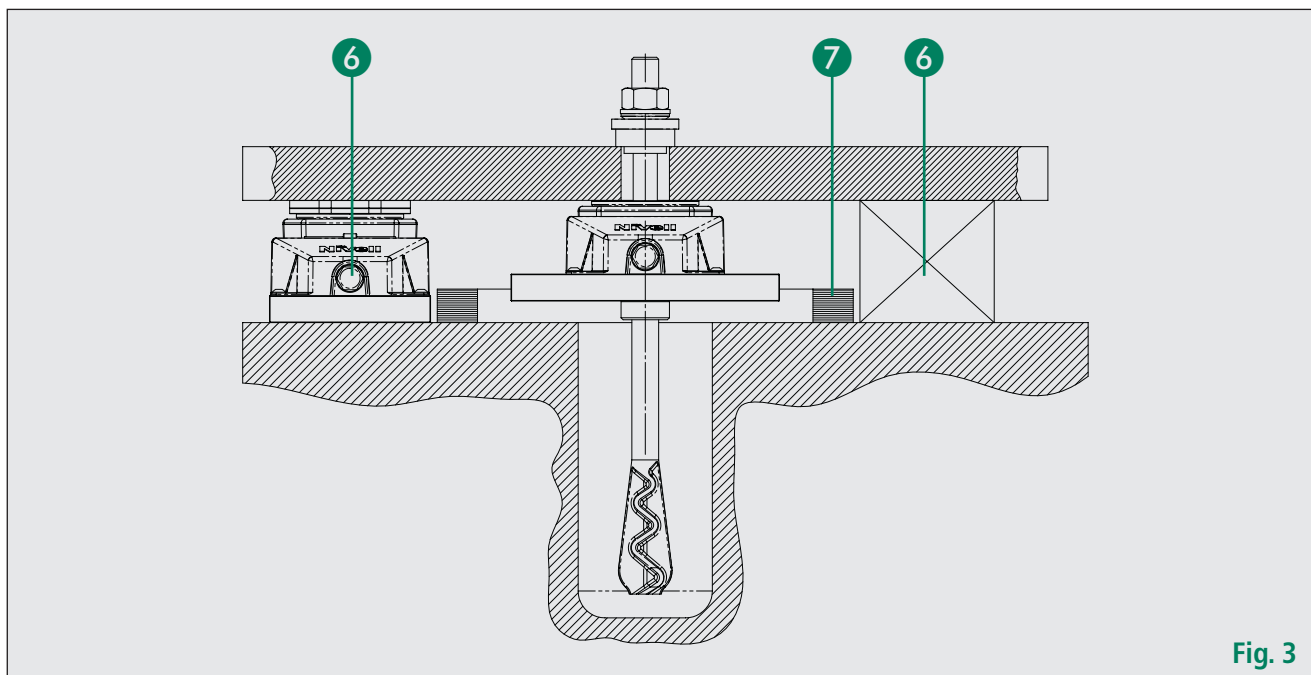

Fig. 3
- Predisporre il perimetro di colata (fig.3/pos.7).
- Cunei ausiliari DK (Fig. 3/Pos. 6), blocchi di legno o altri supporti (Fig. 3/Pos. 6).
- Posizionare il perimetro di colata (fig. 3/Pos. 7).
- Abbassare la macchina e appoggiarla su cuneo ausiliario o altri blocchi di supporto (Fig. 3/Pos. 6), quindi orientarla in orizzontale. Regolare verticalmente a  $\pm 0,5$  mm
- Coprire gli ancoraggi per carichi pesanti DK con colata di malta o cemento. Verificare che la malta non superi la piastra di base dell'ancoraggio per carichi pesanti. Dopo la presa della malta, 3 giorni circa per la colata di malta e 20 giorni circa per la colata di cemento (rispettare le indicazioni del produttore), è possibile rimuovere il perimetro di colata (Fig. 3/Pos. 7) e i cunei ausiliari o i blocchi di supporto (Fig. 3/Pos. 6). Livellare e rimuovere i cunei ausiliari. Rimuovere i blocchi di supporto sollevando leggermente la macchina con l'ancoraggio per carichi pesanti DK.